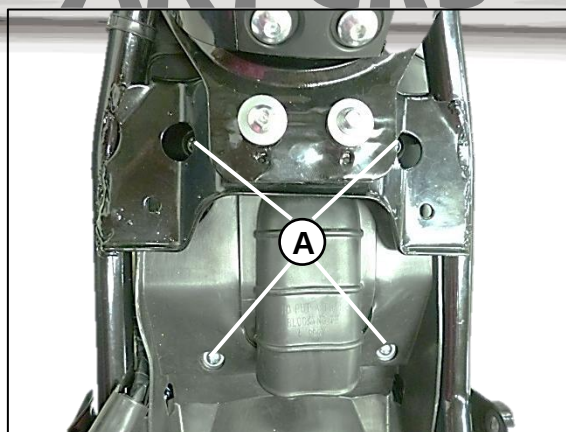

Fig.31
Retire los 4 tornillos (A) de la cubierta superior, y ubique el elemento filtrante del aire, desajuste todos los tornillos que van del filtro al cuerpo de la caja filtro y retírelos. **Fig.31**